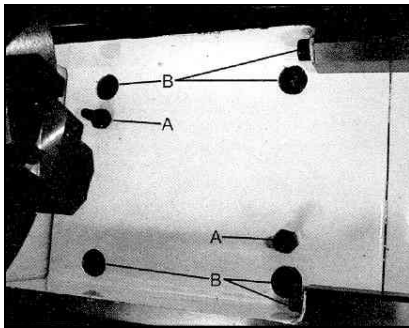

Fig 21
Ziehen Sie die Kegelstifte (B, Fig 21) durch anziehen der Muttern (A).